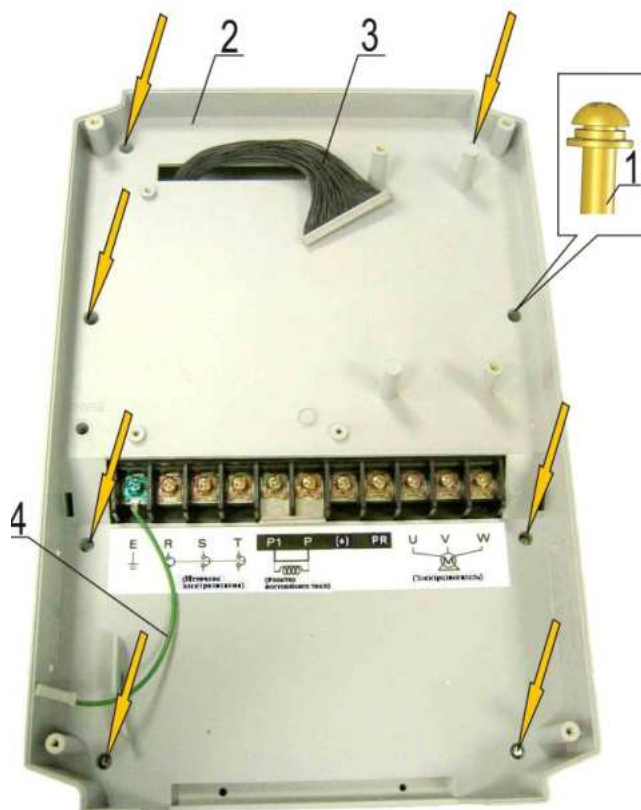

Рис. 7.30
7.14.1. Установить среднюю часть корпуса 2, продев в переходные отверстия корпуса жгут 3 платы ЦП и заземляющий провод 4. Вкрутить восемь винтов 1 (рис. 7.30).